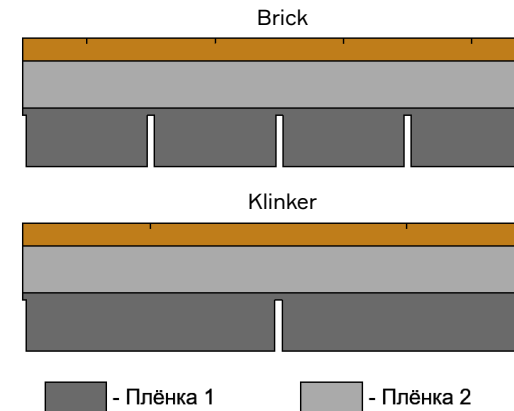

Рис. 10. Тыльная сторона фасадной плитки.
7.1.2 Перед монтажом стартовой полосы снимите оставшуюся часть плёнки №1. Плёнку №2 снимать не требуется (рис. 10).
8.1.1 Перед монтажом фасадной плитки на фасад снимите плёнку №1 с тыльной стороны гонта (рис. 10). Плёнку №2 снимать не требуется.